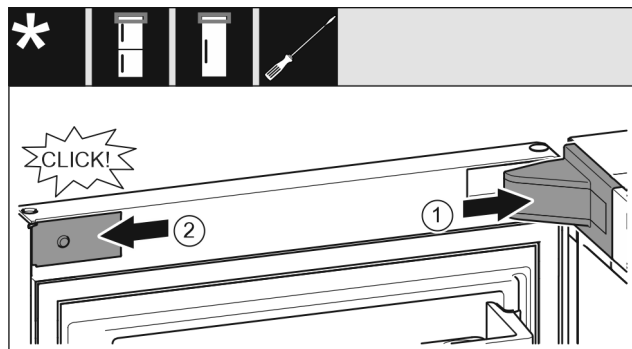

Fig. 33
- ▶ Anbring hængselkonsollens afdækning, og sørg for, at den går i indgreb, tryk den eventuelt forsigtigt fra hinanden. Fig. 33 (1)
- ▶ Sæt afdækningen på i siden i, og lad den gå i indgreb. Fig. 33 (2)